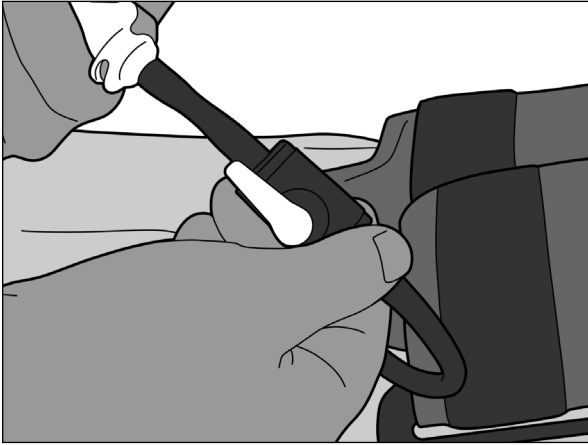

Figure 12
5. Au bout de 2 minutes, ouvrir la valve en la tournant dans le même axe que la tubulure (Figure 12).